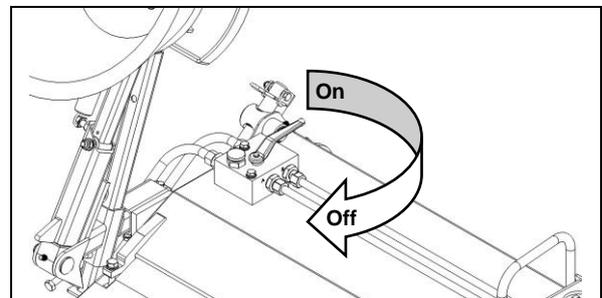
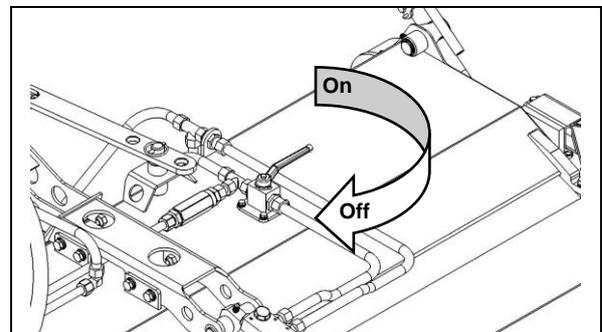

Fig. 4.7
Fig. 4.8
- Absperrhahn, zum Hydraulikmotor des Seitenkehrbesens (Fig.4.7) sowie Hydraulikzylinder des Sammelbehälters (Fig.4.8) schließen.